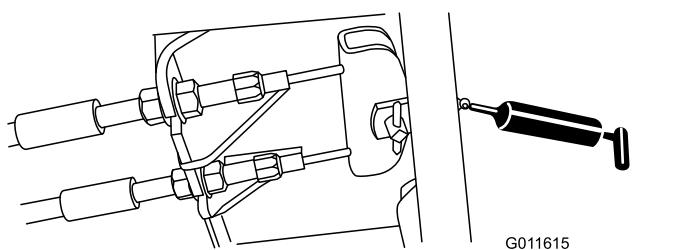

Figura 53
- Pedal do travão (1) – Figura 53